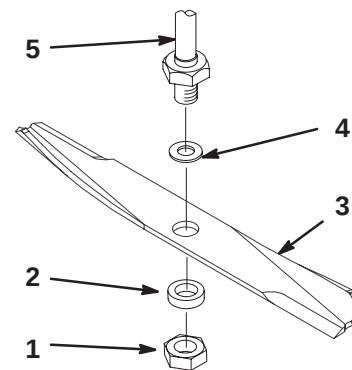

Figure 24
1. Montez la rondelle, la lame, la rondelle plate et l'écrou (Fig. 24).